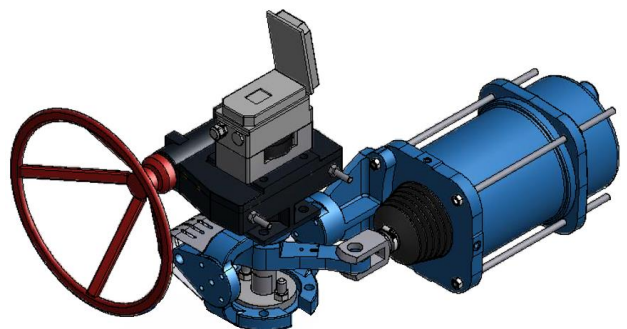

Bild 8: Antrieb mit Bügel und Handgetriebe
- Handgetriebe ab Baugröße R200v (Bild 8)